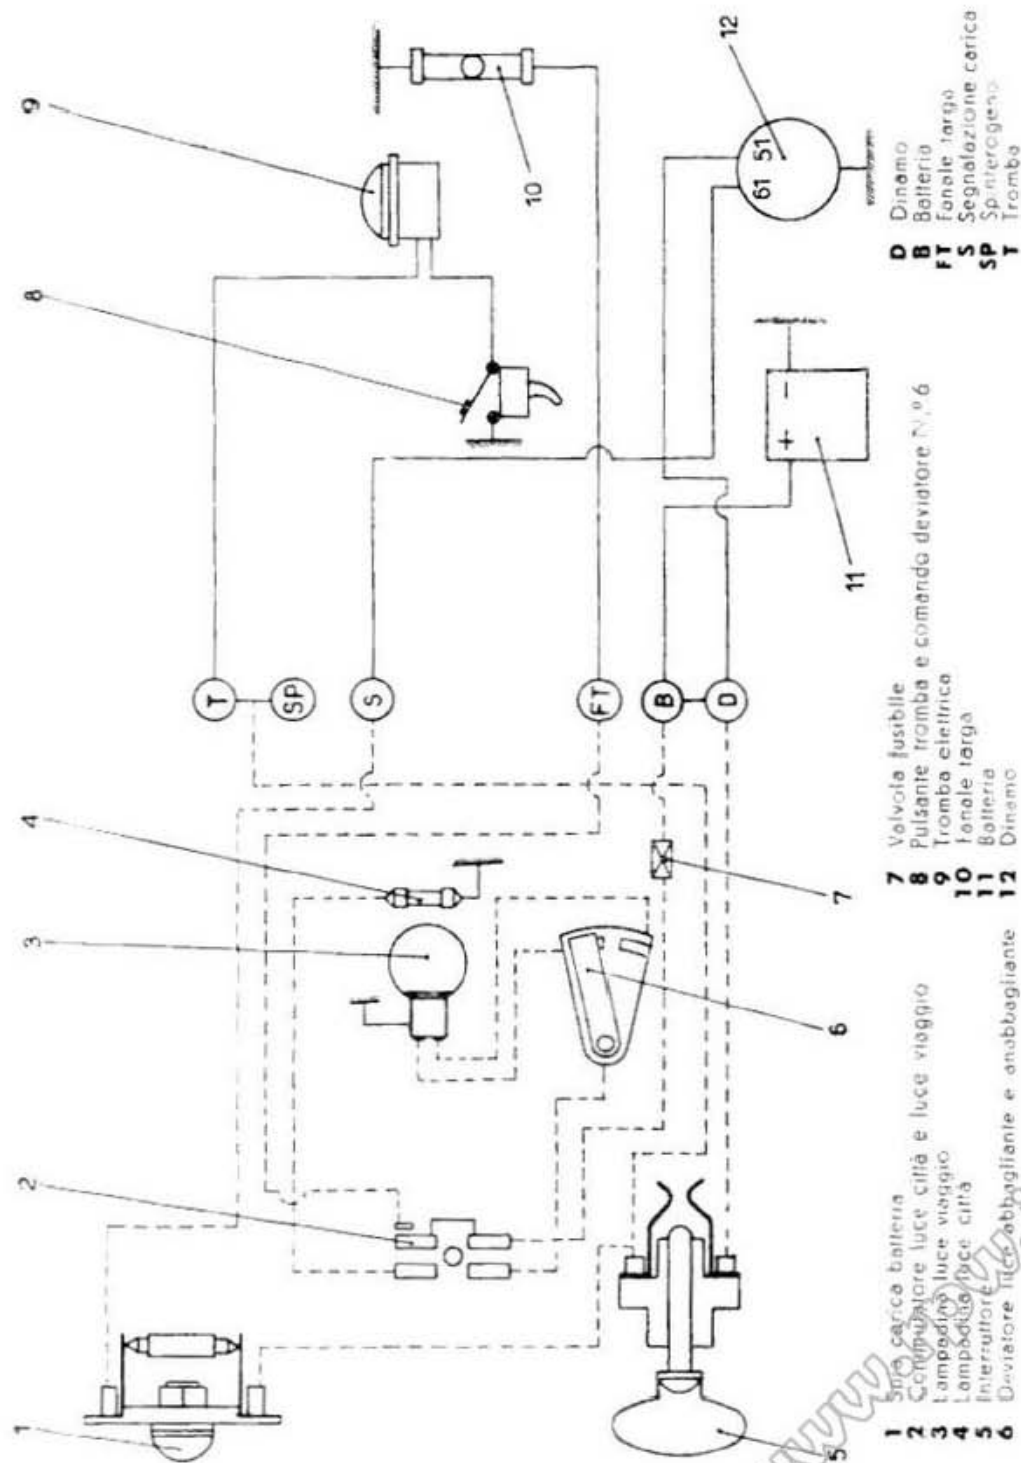

Fig. 19
I conduttori segnati a tratto pieno sono esterni, quelli tratteggiati sono contenuti nell'interno del faro. I sei morsetti segnati con le lettere D, B, FT, S, SP, T (si trovano nella parte interna del faro) vanno collegati rispettivamente: il morsetto D alla dinamo (51), il morsetto B alla batteria, il morsetto FT al fanalino targa, il morsetto S alla spia dinamo (61), il morsetto T alla tromba (ved. fig. 19).